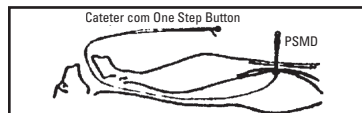

Figura 1
- Faça deslizar o cateter com One Step Button pelo fio-guia que sai da boca do paciente (Figura 1).